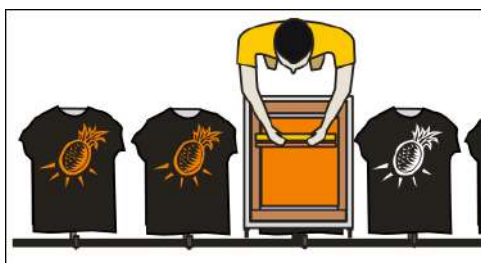

Imagen 332\_14
**18-** El segundo color (magenta) se va estampando a continuación del secado del primero (Imagen 332\_14)